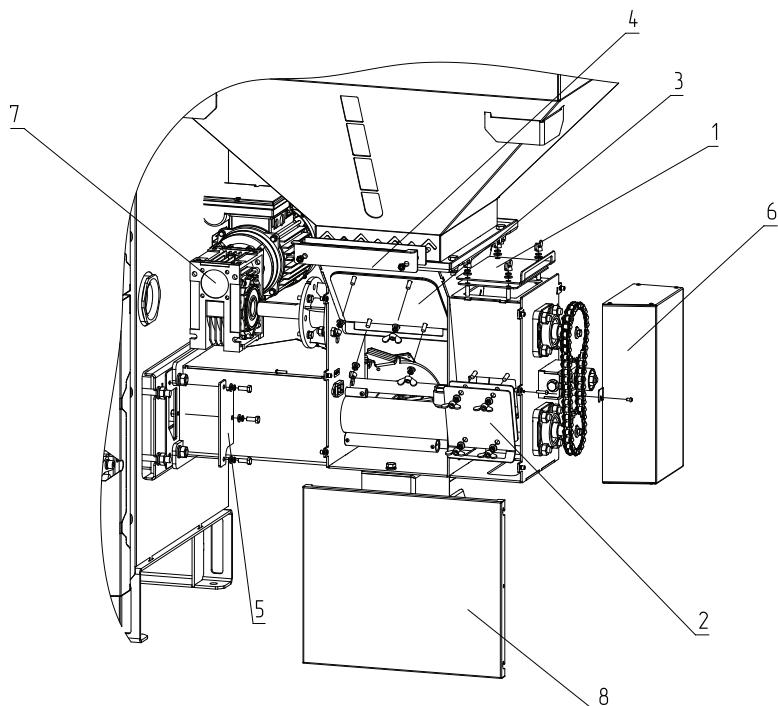

Рис.17 Обслуживание механизма подачи
- Для замены двигателя (**Рис.17, поз.7**) необходимо снять его с адаптера, предварительно открутив крепежи М6. Отключить разъём двигателя. Заменить сломанную деталь или весь узел. В случае замены двигателя, жгут выходящий из распределительной коробки двигателя необходимо переставить со сломанного в новый (рекомендуется записать или сфотографировать схему подключения перед снятием двигателя).
- При полном заклинивании шнека, необходимо выключить котел, снять заглушки (**Рис.17, поз.1; поз.2; поз.3**). Проверить шнеки на наличие инородных предметов и ниток от мешков, которые могут затруднить движение топлива по механизму подачи. Удалите инородные предметы и установите заглушки.
- При необходимости снять бункер, если в нем находится топливо, необходимо открутить заглушку стоп-топлива (**Рис.17, поз.4**).
- Для обслуживания цепи и подшипников, необходимо снять крышку передаточного узла (**Рис.17, поз.6**).
Внимание! Когда узел не обслуживается крышка передаточного узла (**Рис.17, поз.6**) должна оставаться закрытой, чтобы избежать травм и для защиты смазанных узлов от воздействия пыли и грязи.
- Для замены ТЭНы авторозжига необходимо снять заглушку (**Рис.17, поз.5**), открутив винты М5. Затем извлечь ТЭНу из окошка и заменит на новую.